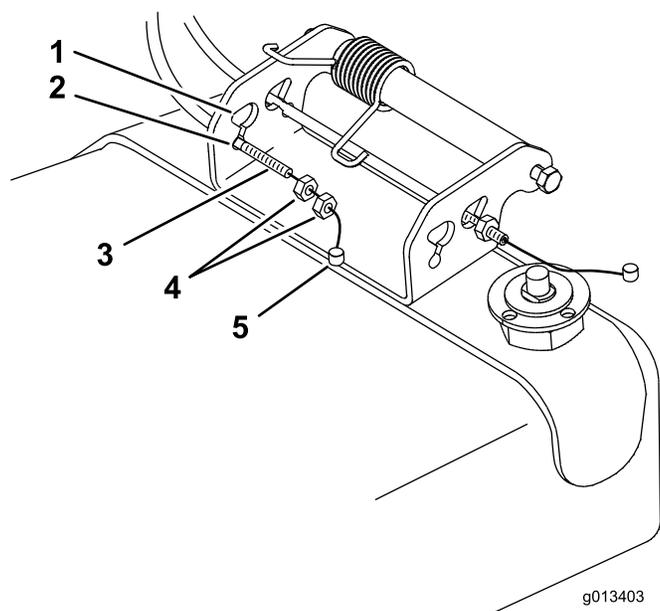

Figure 10
5. Retirez les écrous de blocage des extrémités filetées des câbles (Figure 10).
7. Montez les écrous de blocage et le ???cable barrel end dans le grand trou (Figure 10).
8. Placez le câble le trou de plus petit diamètre de l'éjecteur latéral (Figure 10).